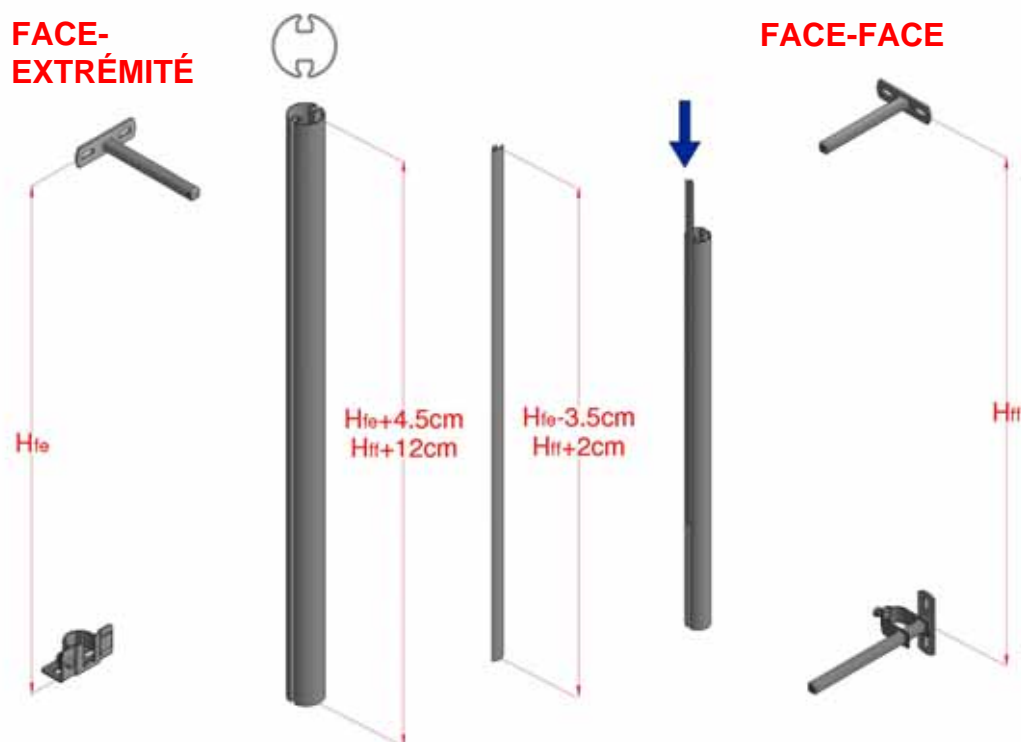

Figure 18 : ensemble du tube de commande extérieur
- 4.7 Des tubes de commande extérieurs sont requis (deux à chaque extrémité) et à tous les montants de travée intermédiaires. Découper le tube concerné à la longueur requise, comme illustré à la Figure 18, et ébavurer les bords des extrémités coupantes. Découper et enfoncer l'insert de protection dans tous les tubes intermédiaires. Tous les tubes de commande externes intermédiaires sont à double cannelure. (les tubes de commande d'extrémité sont à cannelure simple pour les hauteurs inférieures à 3 m et à cannelure double pour les hauteurs supérieures et égales à 3 m).
- 4.8 Fixer tous les tubes de commande extérieurs intermédiaires entre les supports supérieurs et inférieurs, à l'exception des tubes pour les couvercles d'extrémité, comme illustré à la Figure 18. Découper à la bonne longueur (si on le souhaite) les supports de surface posés et terminer en posant des embouts de protection noirs (T1) sur les extrémités libres des tubes.